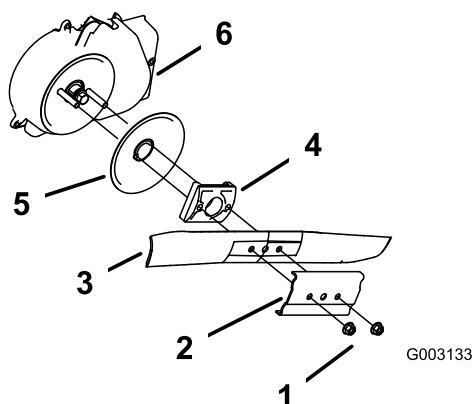

Figura 52
3. Togliete i due dadi della lama ed il rinforzo (Figura 52).
4. Togliete la lama (Figura 52).
5. Togliete il giralama e il disco (Figura 52).
6. Pulite il carter della frizione del freno della lama (Figura 52).
10. Montate la lama ed il rinforzo tolti in precedenza (Figura 52).